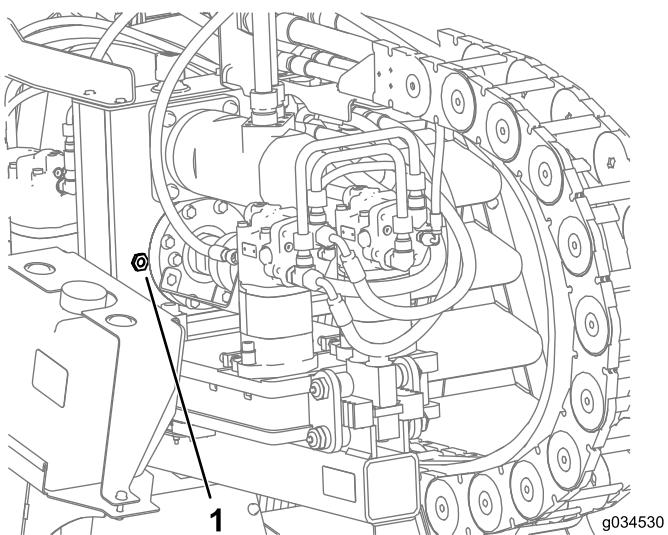

Рисунок 134
- Проверьте уровень масла по смотровому стеклу на редукторном приводе (Рисунок 134).
- Снимите крышку сапуна и долейте масло в редукторный привод так, чтобы уровень масла доходил как минимум до середины смотрового стекла (Рисунок 134).
6. Залейте масло в редуктор так, чтобы его уровень поднялся выше середины смотрового стекла (Рисунок 134).